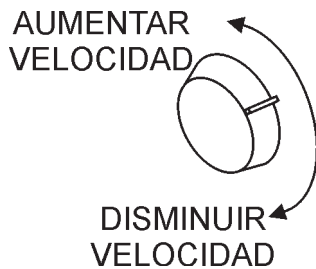

Figura 18. Interruptor de control del acelerador
1. Gire la perilla de control del acelerador completamente al sentido contrario de las manecillas del reloj para ajustar la velocidad del motor a **MARCHA ENVACIO**. (Figura 18)